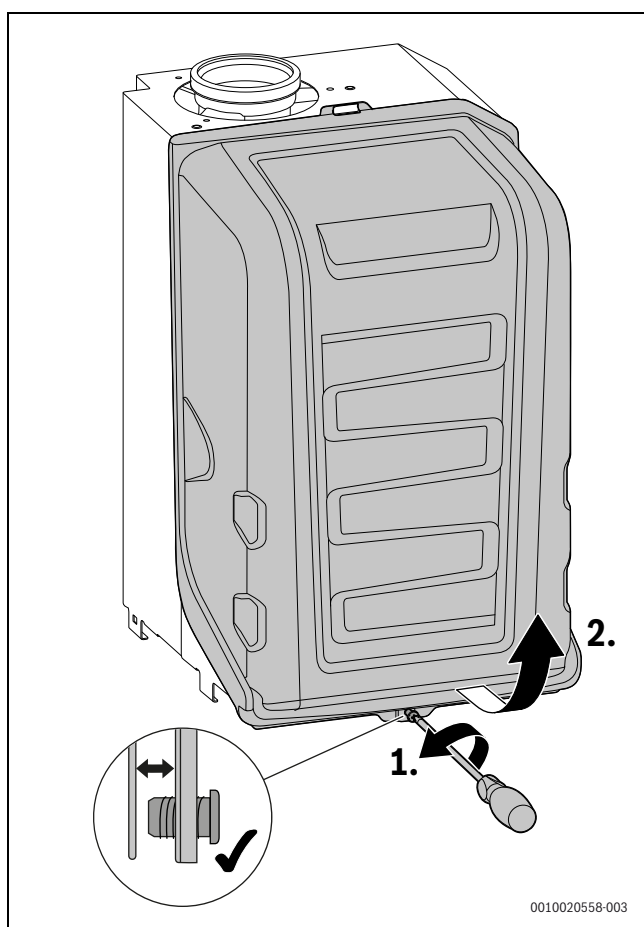

Fig. 97 Retirer le capot du brûleur
- Retirer le capot du brûleur (→ fig. 97, page 57).